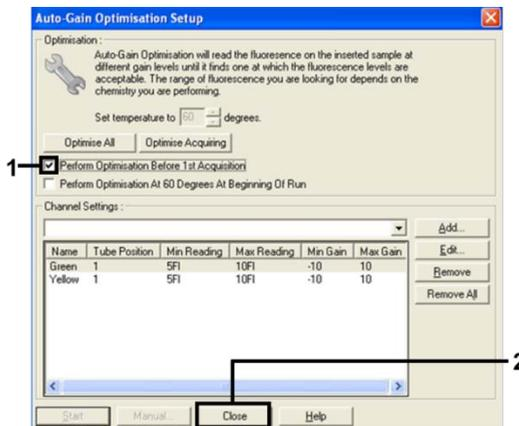

Figure 12. Sélection des canaux Green et Yellow
14. Cocher la case Perform Optimisation before 1st Acquisition (Effectuer l'optimisation avant la 1^{re} acquisition), puis cliquer sur Close (Fermer) pour revenir à l'assistant (figure 12).